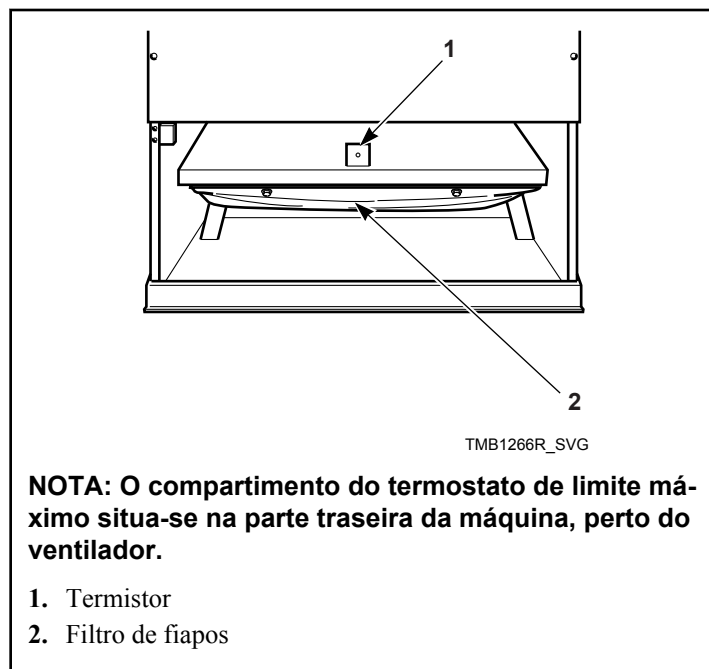

Figura 49
- e. Limpe os fiapos do compartimento do termistor e termostato de limite máximo. Consulte *Figura 49*.